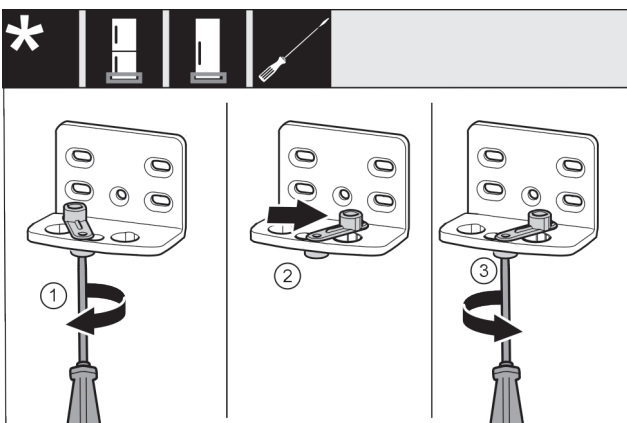

Fig. 14
- ▶ Lazán tekerje be a csavart Fig. 14 (1) csavarhúzóval.
- ▶ Emelje meg az ajtó záródását segítő egységet Fig. 14 (2), és 90°-kal jobbra forgatva tekerje be a furatba.
- ▶ Húzza meg a csavart Fig. 14 (3) csavarhúzóval.